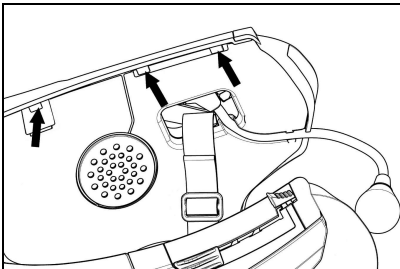

Abb. 10
- Positionieren Sie den Plastiküberzug des Wangenteils so, indem Sie ihn hinter den beiden Anschlaghaken anbringen (Abb. 10)